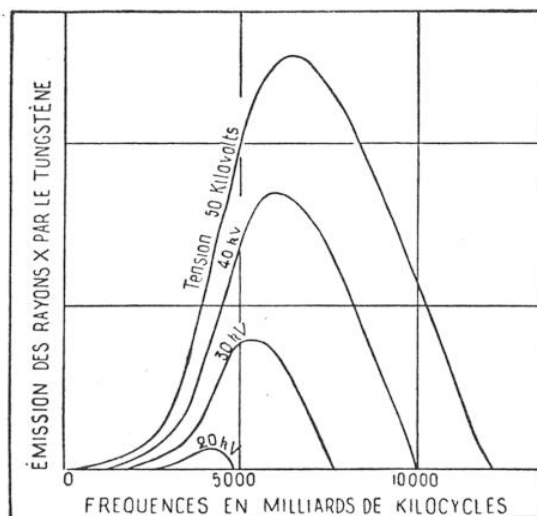

FIG. 11. — SPECTRE CONTINU DES RAYONS X
Ceci posé, on conçoit sans peine qu'un électron, freiné, ne pourra jamais produire un photon X, dont l'énergie serait plus grande que la sienne propre ; d'où la limite brusque à laquelle nous venons de faire allusion. Les courbes de la figure 11 donnent les intensités d'émission pour le tung-
(1) Une tension de 50 000 volts produit une vitesse de 120 000 km/s; une tension de 20 000 volts, 80 000 km/s (fig. 11).
(1) Nouvelle analogie entre la lumière et les rayons X.
(2) Nous avons fait implicitement allusion à la loi d'Einstein à propos de la brusque limite du fond continu (fig. 11).